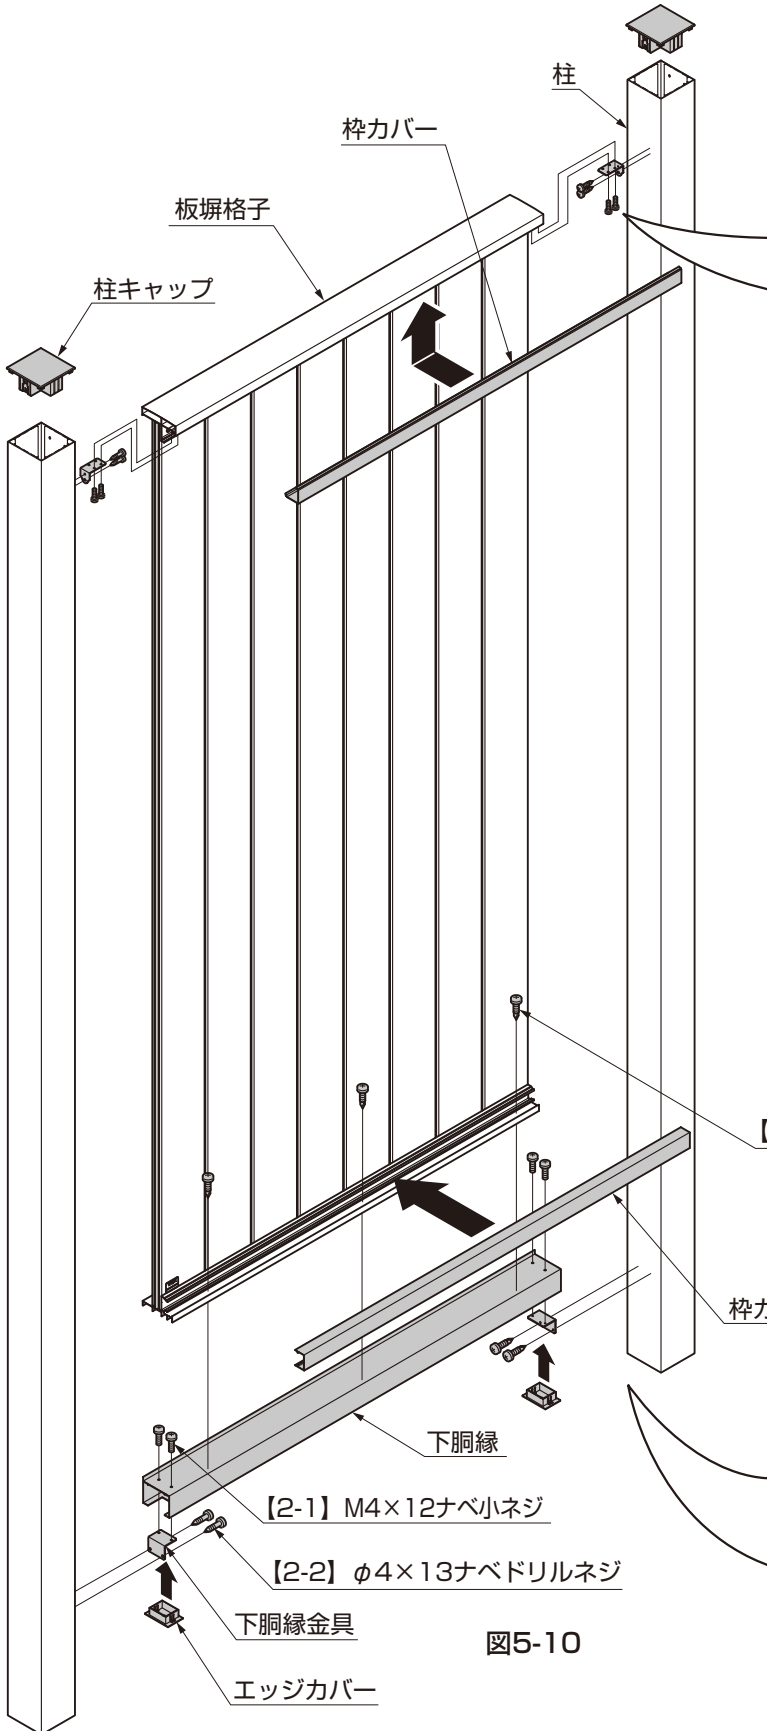
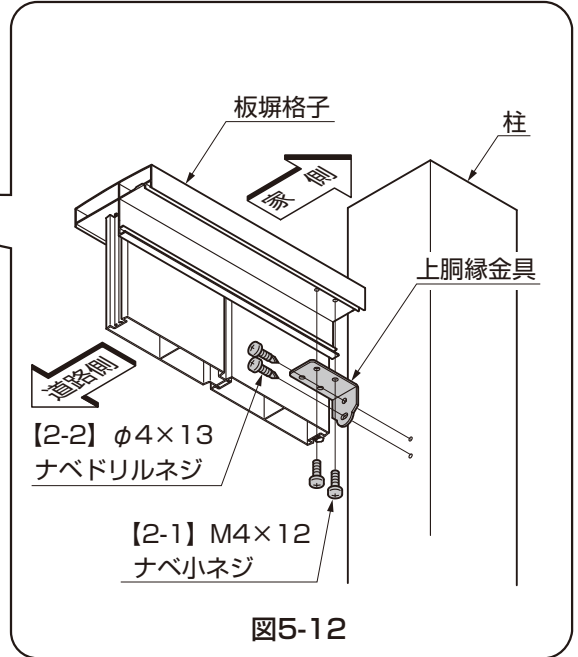

図5-10
図5-12
- ①上胴縁金具を柱に【2-2】で取付けてください。(図5-12参照)
- ②板塀格子を上胴縁金具、下胴縁に【2-1】、【2-3】で取付けてください。(図5-10、図5-12参照)